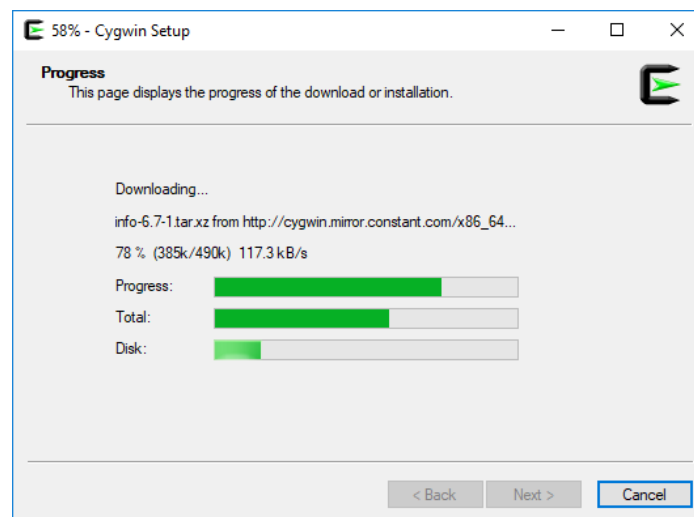
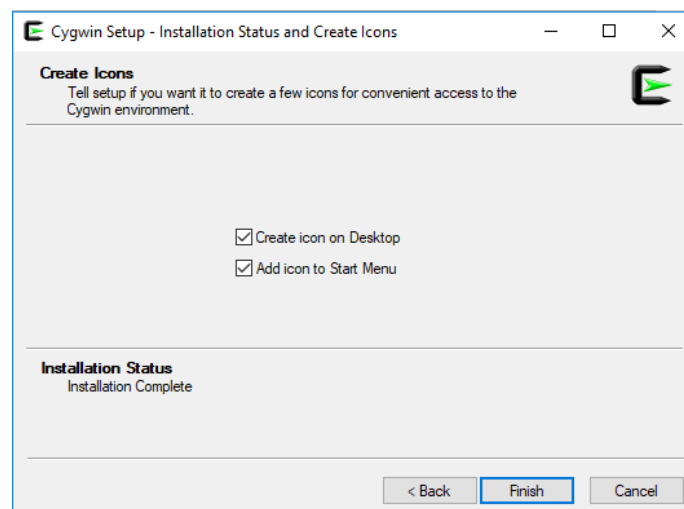

Figura 108. Instalação do Cygwin
Figura 109. Conclusão da instalação
5. Depois de ter selecionado os nove pacotes, clique em **Next** nas janelas subsequentes para incluir esses pacotes na sua instalação do Cygwin (o processo de instalação, ver a Figura 108, pode demorar vários minutos) e finalizar a instalação clicando em **Finish** (Figura 109).